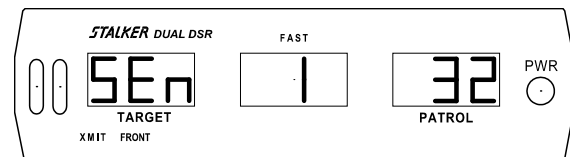

Fig 15
La distance de portée (ou sensibilité) du **STALKER DUAL DSR** est ajustée en appuyant sur la touche **SEn**. Cette touche fait un cycle de quatre (4) niveaux de sensibilité; **SEn 1**, **SEn 2**, **SEn 3** et **SEn 4** (Fig 15 à Fig 18, respectivement). Dans chaque cas, l'affichage au centre de l'écran représente le niveau d'ajustement de la sensibilité en cours. La portée la plus courte est **SEn 1** (Fig 15) et la portée la plus longue est **SEn 4** (Fig 18). **La distance de portée (ou sensibilité) doit être ajustée séparément pour le mode en déplacement sur même voie et le mode en déplacement sur voie opposée.** Selon chacun des deux modes (même voie et voie opposée), indiqué par la présence ou l'absence de l'icône **SAME** à l'écran, vous devrez régler la sensibilité tel que décrit ci-dessus.